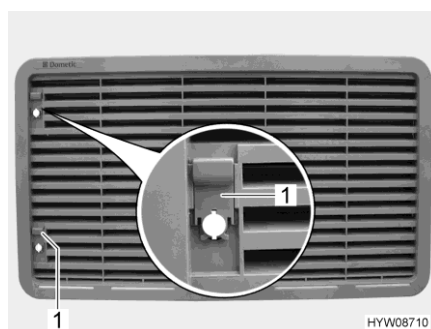

Fig. 141 Grille d'aération du réfrigérateur
- Pousser le curseur (Fig. 141,1) vers le haut.